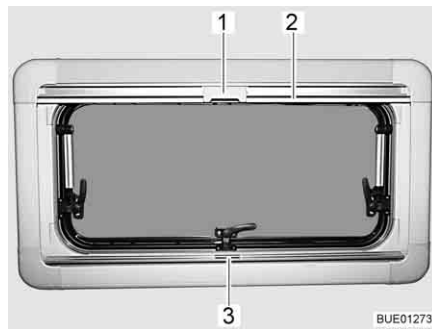

Bild 87 Ausstellfenster
- Faltverdunklung in der Mitte der Griffleiste (Bild 87,3) fassen, von unten nach oben ziehen und auf der gewünschten Höhe loslassen. Die Faltverdunklung bleibt in dieser Höhe stehen.
- Insektenschutzrollo an der Griffleiste (Bild 87,2) nach unten ziehen, bis es an der Griffleiste der Faltverdunklung (Bild 87,3) anstößt.
- Raste (Bild 87,1) am Insektenschutzrollo mit der Griffleiste der Faltverdunklung verriegeln.
- Raste (Bild 87,1) am Insektenschutzrollo oben nach hinten drücken.
- Insektenschutzrollo an der Griffleiste (Bild 87,2) langsam zurückführen.